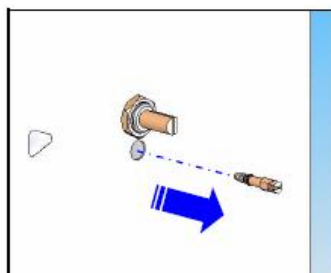

Figure 7
- Unscrew by-pass injector of gas valve, and screw appropriate injector (Figure 7).
- Nutzung eines Überlaufventils und Einsatz der geeigneten Schraube (Bild 7.).